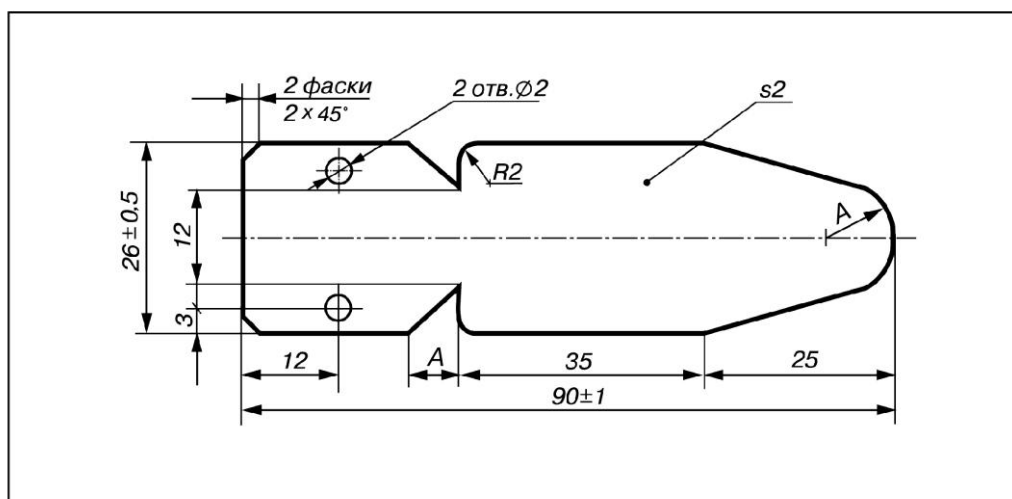

Рис. 1. Малогабаритная лопаточка для комнатных растений
1. Материал изготовления – Ст3 (Рис.1.).